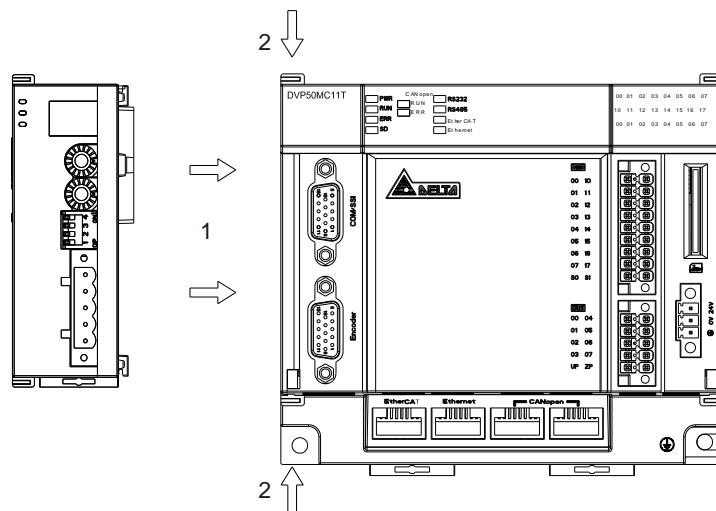

图 5.1.3.1
- 将运动控制器左侧上下两端的扩展模块卡口打开，将 DVPNET-SL 模块沿四角上的导入孔装入，如图 5.1.3.1 步骤 1 所示。
- 压入运动控制器上下两端的卡口，卡紧模块以保证接触良好，如图 5.1.3.1 步骤 2 所示。